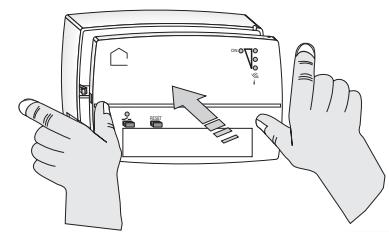
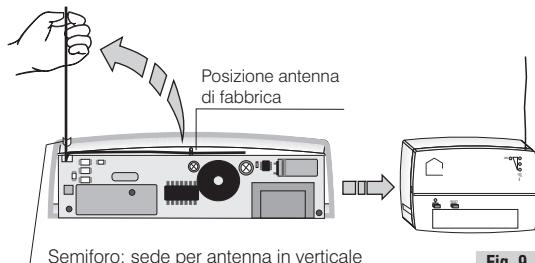

Fig. 8
Fig. 9
- Far passare il filo nel piccolo semiforo appositamente predisposto (fig. 9)
- Richiudere con attenzione il ricevitore (fig. 8 - fig. 9).